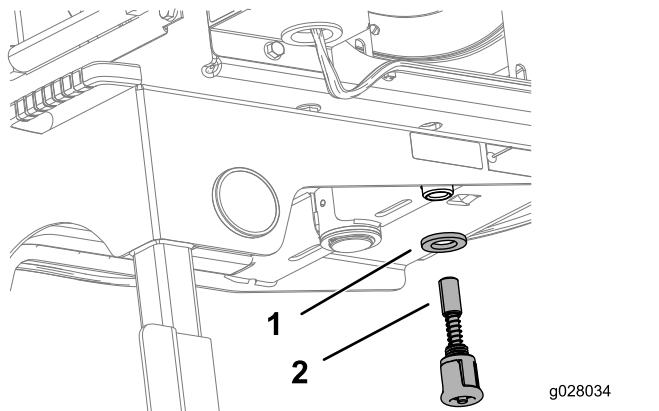

Figure 23
6. Montez la rondelle et la goupille élastique sur la face inférieure du cadre du dévidoir (Figure 23).